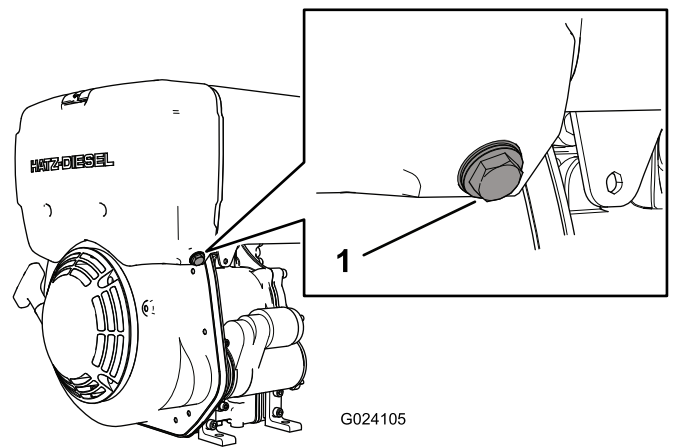

Figura 7
2. Afloje el perno del separador de agua 3 a 4 vueltas (Figura 7).